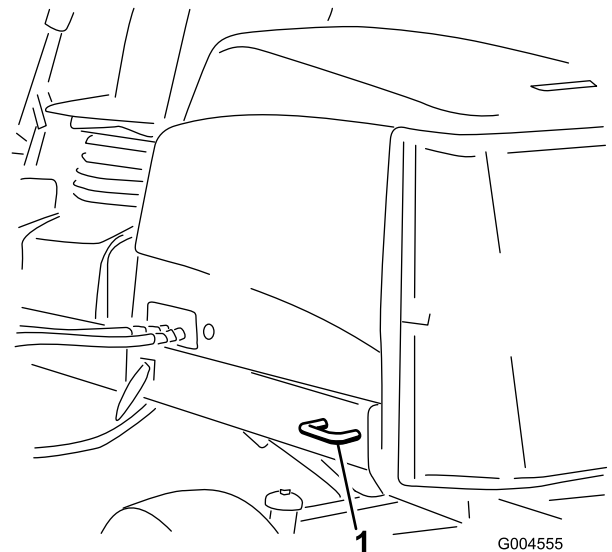

Figura 45
- Posteriori – ogni lato della macchina sul telaio posteriore (Figura 45).